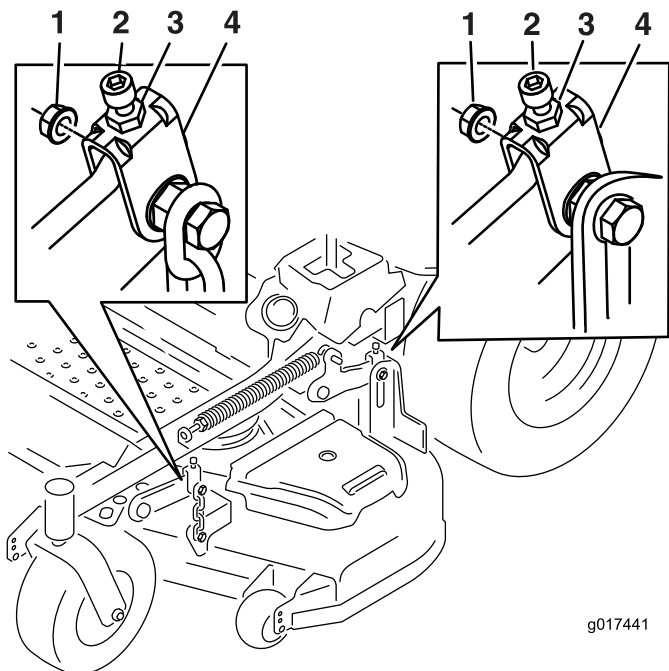

Figura 74
10. Si es necesario, afloje la tuerca "whizlock" del lateral de la horquilla y la contratuerca de la parte superior (Figura 74).
17. Gire el tornillo de ajuste hasta obtener una altura de 8.3 cm (3¼") (Figura 74).